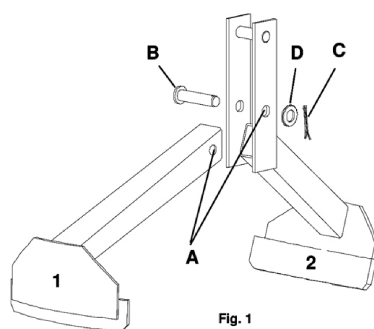

Fig. 1
2.1. La pinza alzabidones se envía desmontada, por lo que es necesario montar las dos partes (1 y 2), haciendo coincidir los orificios (A). Inserte a continuación el eje (B), coloque la arandela (D) e introduzca el pasador (C) en el orificio del eje, doblando para impedir que se salga el eje. La pieza (1) debe pivotar libremente (fig.1).